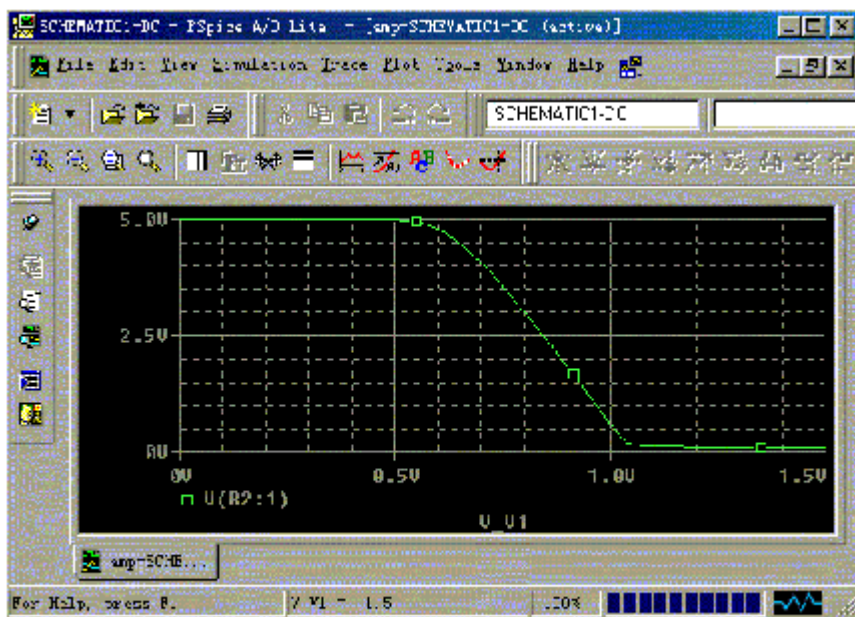

图 9-55 共射极放大电路电压传输特性
(3) 执行PSpice分析程序，其结果波形如图9-55所示。由波形图可知，当输入电压V1在0~0.5V范围内时，三极管截止，集电极输出电压最高为5V；当输入电压V1在1.05V以上时，三极管饱和，集电极输出电压最低约为0.2V以下；当输入电压V1在0.5V~1.05V之间时，三极管处于放大区，集电极输出电压在5V~0.2V之间。